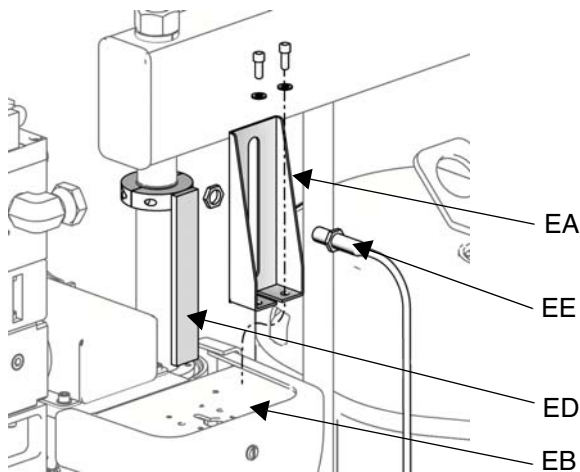

ABB. 9: Zufuhrsysteme D200 und D200s
3. Bringen Sie einen Sensor (EE) zur Erkennung eines niedrigen Behälterfüllstandes füllstands oder eines leeren Behälters in der Sensorhalterung (EA) an.
4. Für die Zufuhrsysteme D60, D200 und D200s: Befestigen Sie den Aktuator (ED) an der Hubstange der Ram in der Nähe des oberen Stangenendes, damit er die Vorderseite des Sensors (EE) auf der richtigen Höhe für niedrigen Füllstand bzw. eines leeren Behälters passiert. Siehe ABB. 9.